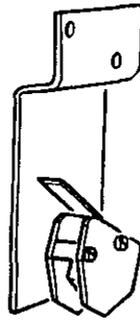

FIGURA 2.34. Contacto de posición "prueba" CT.
**Contacto de posición "prueba" CT**.- Este contacto indica que el interruptor está en posición de prueba. Este contacto se muestra en la figura 2.34 y es idéntico al contacto PF.